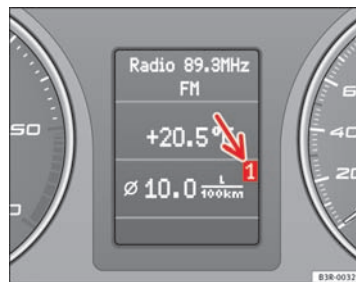

Fig. 59 Ordinateur de bord : niveau de mémoire 1
Vous pouvez reconnaître le niveau de mémoire affiché grâce aux numéros représentés ⇒ fig. 59. Les données de la mémoire de trajet unique (ordinateur de bord 1) sont affichées lorsque le chiffre 1 apparaît à l'afficheur. Si le chiffre 2 est affiché, il s'agit des données de la mémoire se rapportant au trajet total (ordinateur de bord 2). ▶
- Pressez la touche Reset **B** jusqu'à ce que le menu Ordinateur de bord (niveau de mémoire 1 ou 2) s'affiche à l'écran ⇒ page 89, fig. 59.